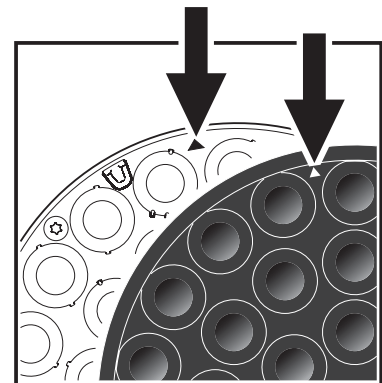

Bild 6: Markierungen am Tubus
4. Siehe Bild 6. Richten Sie die zwei Markierungspfeile an Tubus und Kopf aufeinander aus. Drücken Sie den Tubus auf den Kopf, dabei müssen die Rasten an der Linseplatte in die Aussparungen am Tubus eingreifen.